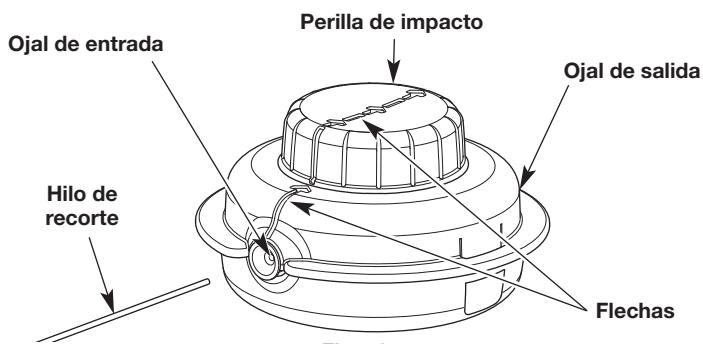

Fig. 18
- Gire la perilla de impacto en sentido contrario a las agujas del reloj para alinear las flechas (Fig. 18).
- Inserte el nuevo hilo de recorte en el ojal de entrada (Fig. 18). Oprima el hilo a través del cabezal de corte hasta que sobresalgan unas pulgadas por el ojal de salida. Tire de la línea saliente hasta aproximadamente 10 pies (3 m) de la línea que se extiende desde cada lado del cabezal de corte. Asegúrese de que las longitudes de la línea a cada lado sean iguales.